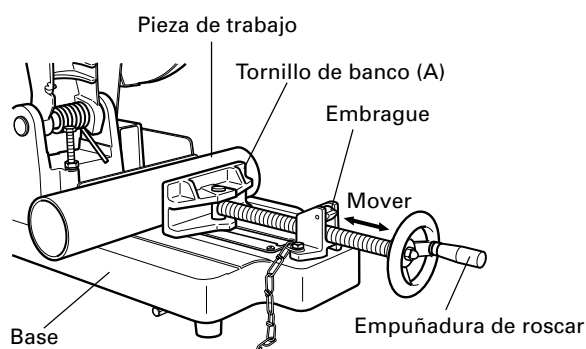

Fig.7
2. Procedimiento de fijación de la pieza de trabajo para el corte (Figs. 7 y 8).
Coloque el material de la pieza de trabajo entre el tornillo de banco (A) y el tornillo de banco (F), levante el embrague y empuje la empuñadura de roscar hasta que el tornillo de banco (A) haga un contacto ligero con el material de la pieza de trabajo, tal como se observa en la Fig.7. Luego, gire el embrague hacia abajo, y fije firmemente el material de la pieza de trabajo en su lugar haciendo girar la empuñadura de roscar. Cuando finalice la tarea de corte, gire la empuñadura de roscar 2 ó 3 veces para aflojar el tornillo de banco, y retire el material de la pieza de trabajo, tal como se observa en la Fig.8.